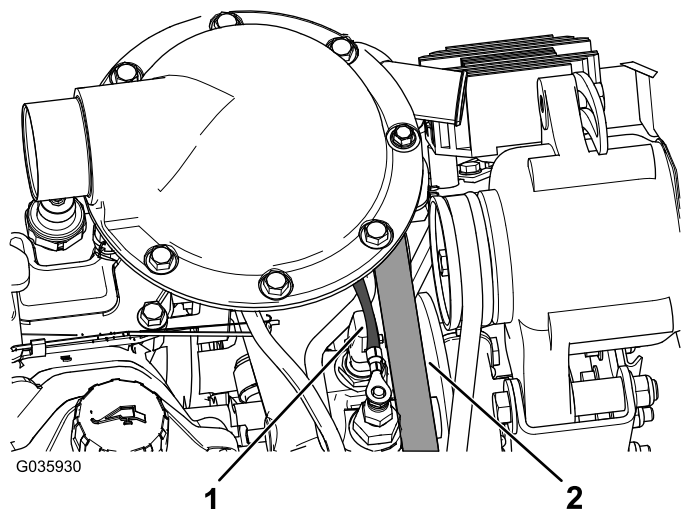

図 12
4. エンジンのクロスオーバーチューブとエンジンのワイヤハーネスがオルタネータベルトに当たらないようにケーブルタイを使って固定する 図 12。